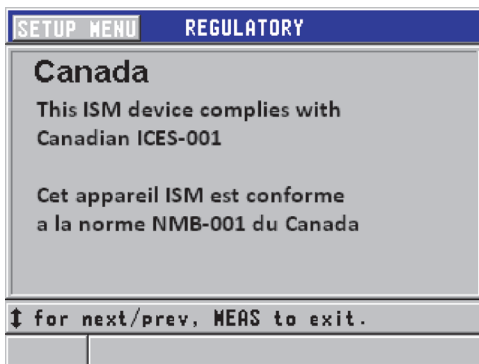

Figura i-1 La schermata REGULATORY
2. Nel **SP MENU**, selezionare **REGULATORY** (norme) per visualizzare la schermata **REGULATORY** (vedi Figura i-1 a pagina 14).